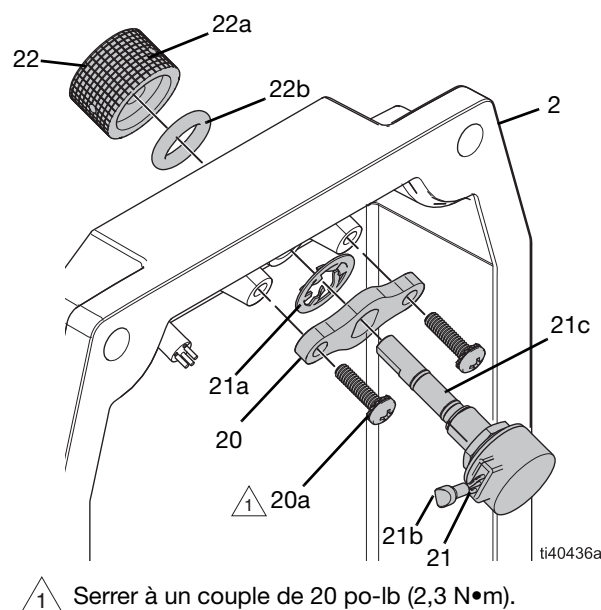

FIG. 10 : Assemblage du bouton de commande
Voir FIG. 10.
2. Préparer le nouvel encodeur (21) en vérifiant qu'un seul écrou est installé sur le filetage de l'encodeur et que l'écrou est vissé, en contact avec le corps de l'encodeur. S'il y a un deuxième écrou, le jeter.
3. Insérer l'encodeur (21) dans le support de montage du bouton de commande (20).
4. Installer l'écrou capuchon (21a) sur l'encodeur (21), pour faire un contact avec le support de montage (20).
5. Appliquer un lubrificateur antigrippant sur l'arbre de l'encodeur (21).
6. Insérer l'ensemble du codeur (21) dans le trou du bouton de commande sur le couvercle de contrôle (2).
- REMARQUE :** S'assurer que le fil de l'encodeur (21b) est correctement orienté pour le connecter facilement au tableau de commande. Voir FIG. 10.
7. Insérer les fixations (20a) à travers le support de montage du bouton de commande (20).
9. Installer le joint (22b) sur le bouton de commande (22).
10. Installer le bouton de commande (22) sur l'arbre (21c) du couvercle de contrôle (2). S'assurer que la marque sur le bouton de commande est alignée avec la position OFF (0) sur l'étiquette de commande (40).
11. Serrer fermement les fixations du bouton de commande (22a). S'assurer que le bouton de commande (22) tourne librement.